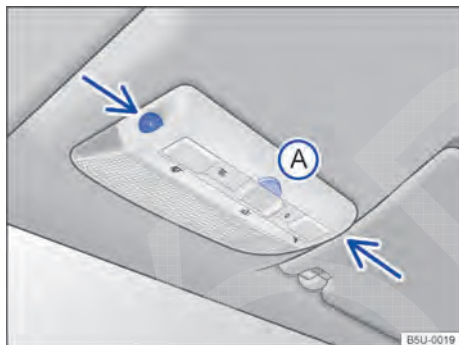

Fig. 61 No console do teto: sensores de monitoramento do interior do veículo e tecla **A** para desligar o monitoramento do interior do veículo.
O monitoramento do interior do veículo dispara o alarme com o veículo travado, se reconhecer movimentos no interior do veículo. O sensor e o receptor estão localizados no conjunto da lanterna de leitura → Fig. 61 (setas).
- Pressionar a tecla → Fig. 61 **A**. No painel de instrumentos, a luz de controle  se acende.